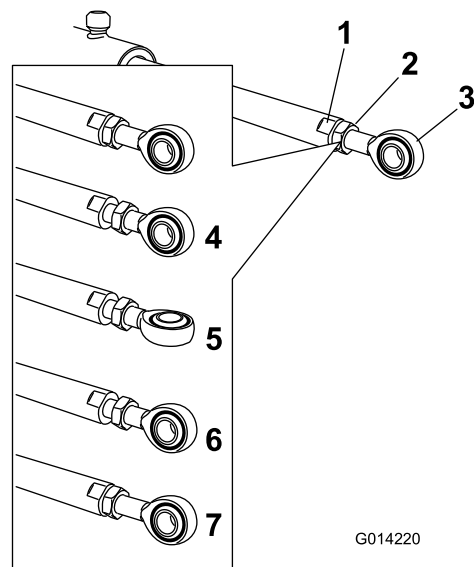

Рисунок 106
- Удерживайте шток привода в неподвижном положении с помощью ключа, накинутаго на плоские грани штока привода, затем ослабьте контргайку, чтобы можно было регулировать шток с проушиной (Рисунок 106).
- Поверните шток с проушиной в штоке привода, чтобы сократить или удлинить привод для установки в требуемое положение (Рисунок 106).